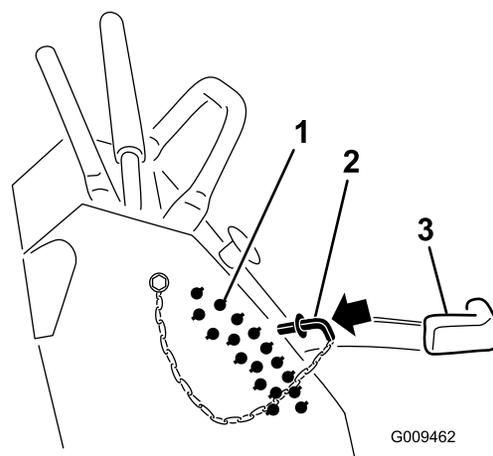

Figure 25
2. Placez la goupille dans le trou du support correspondant à la hauteur de coupe voulue (Figure 25).
3. Abaissez la commande de hauteur de coupe jusqu'à la goupille (Figure 25).